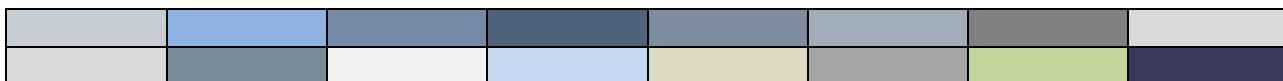

Рисунок 3 – Варианты градаций по светлоте и оттеков серого цвета, возможных для использования при проектировании изделия
- градации по светлоте и оттенки серого цвета. (Рисунок 3)